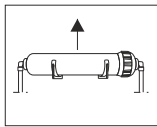

Bild. 2
- 2) Remove filter cartridge out of mounting clips. **WARNING! Use caution during removing of the filter cartridge to prevent any damage to plastic tubing (Fig. 2).**
- 2) Kartusche aus den Montageclips nehmen. **ACHTUNG! Darauf achten die Montageschläuche nicht zu knicken (Bild 2).**